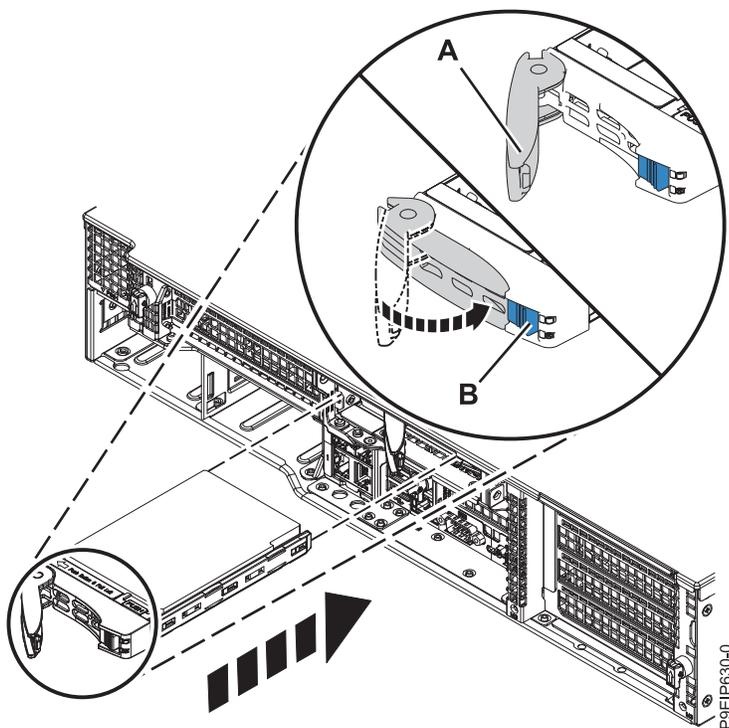

図 16. ディスク・ドライブのロックの詳細
5. **(B)** 位置にロックされるまでハンドル・リリースを押し込んで、ドライブ・ベイ・ハンドル **(A)** をロックします (20 ページの図 16 を参照)。